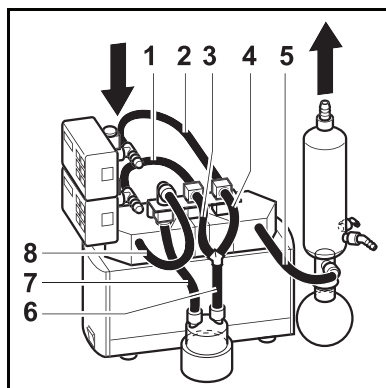

Fig. 18: Conexión tubular sistema SCC
8	Tubos (véase Fig. 18) ▪ Resistentes al medio utilizado ▪ Diámetro interno 10 mm ▪ Longitudes: (1) aprox. 320 mm, (2) aprox. 260 mm, (3,4) aprox. 120 mm, (5) aprox. 220 mm, (6) aprox. 135 mm, (7) aprox. 175 mm, (8) aprox. 350 mm
5. Conectar los tubos del sistema (véase Fig. 18).